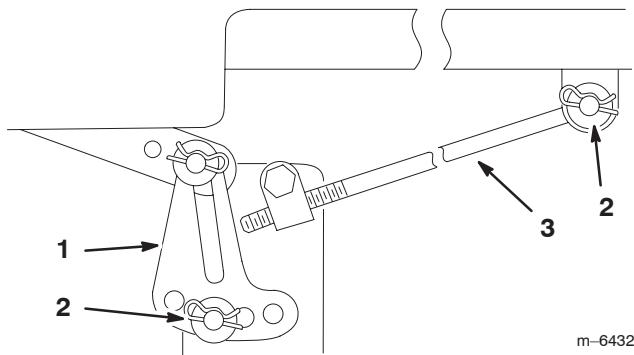

Figure 45
Remarque : Avant de déposer le plateau de coupe, notez les trous de fixation des pattes de mise à niveau (Fig. 45).
- Retirez la goupille fendue et la rondelle de la tige de réglage (Fig. 45) de chaque côté du plateau de coupe.
- Enlevez la goupille fendue et la rondelle des pattes de mise à niveau (Fig. 45) de chaque côté du plateau de coupe. Notez le trou de montage de la patte de mise à niveau en prévision de la repose. Dégagiez les pattes de l'axe de montage.
5. Fixez la tige de réglage avant à la machine à l'aide de la rondelle et de la goupille fendue (Fig. 45) de chaque côté du plateau de coupe.
6. Glissez les pattes de mise à niveau sur les axes de montage et fixez-les à l'aide des rondelles et des goupilles fendues (Fig. 45).